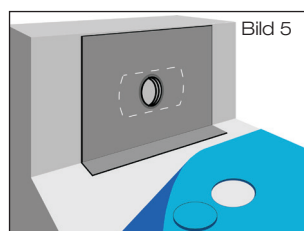

Bild 5
1.6 Dampfsperrbahn aus Bitumen oder Kunststoff ausrollen. Im Bereich des Schiebeflansches Dampfsperrbahn kreisförmig ausschneiden (Bild 5 bzw. 5A). - Lochdurchmesser ø 150 mm. Dampfsperrbahn zurückrollen.